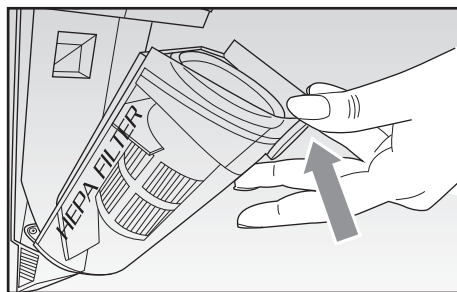

Fig. 8
- Premere il pulsante di sbloccaggio ed estrarre il contenitore completo (Fig. 8).